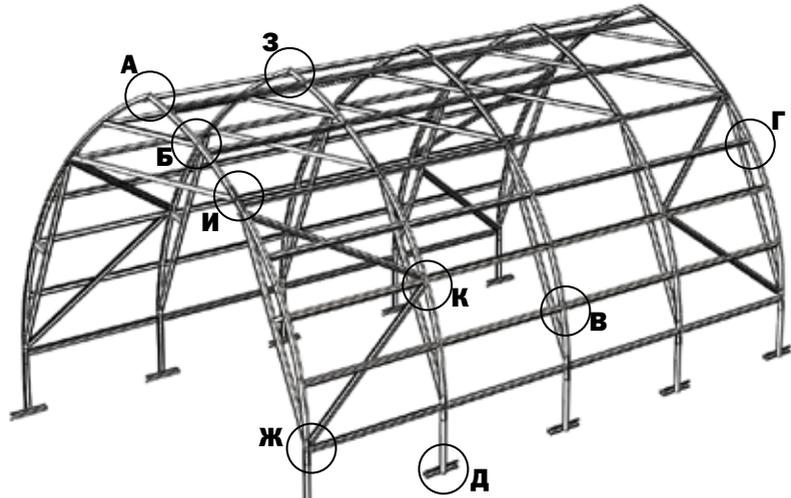

Рис. 1
1. Общий вид каркаса представлен на **рис.1**. Каркас собирается из профильных нумерованных деталей. Средние полки профиля обращены к покрытию.
Рис. 1а